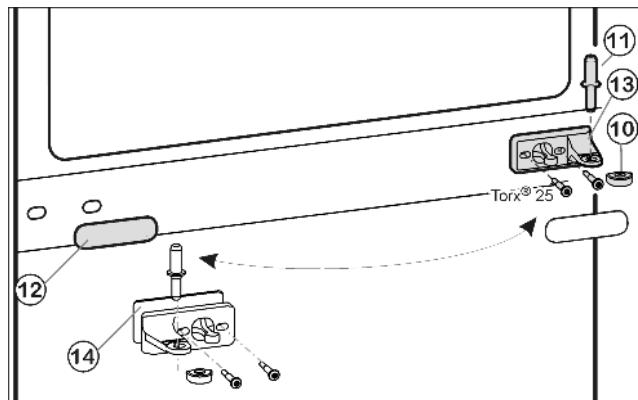
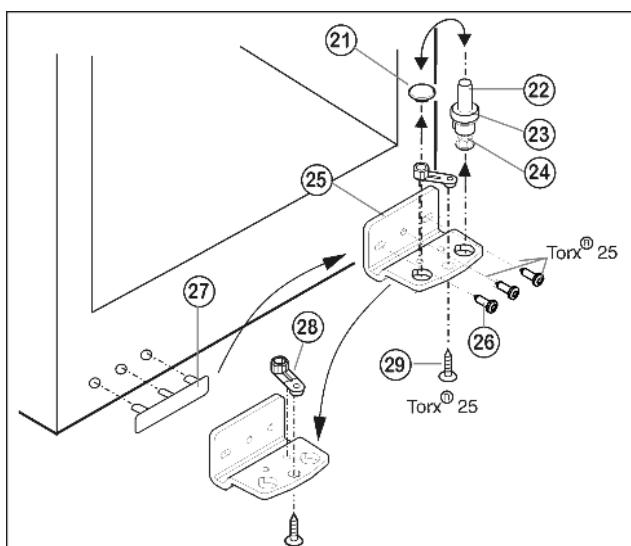

Fig. 5
Fig. 6
- ▶ Вытащите из опорного кронштейна и нижней дверцы средний опорный винт Fig. 5 (11).
- ▶ Снимите пластмассовый колпачок Fig. 5 (10).
- ▶ Открутите средний опорный кронштейн Fig. 5 (13) (2 шт. Torx® 25).
- ▶ Осторожно снимите накладку Fig. 5 (12).
- ▶ Прикрутите средний опорный кронштейн Fig. 5 (13) с подкладкой Fig. 5 (14) с поворотом на 180° на новую сторону шарнира (с моментом 4 Нм).
- ▶ Защелкните накладку Fig. 5 (12), повернув на 180 °, на стороне, где теперь будет ручка.
- ▶ Извлеките опорный винт Fig. 6 (22) в комплекте с шайбой Fig. 6 (23) и регулируемой опорой Fig. 6 (24), вытягивая его вверх.
- ▶ Снимите пробку Fig. 6 (21).
- ▶ Открутите Fig. 6 (26) опорный кронштейн Fig. 6 (25).
- ▶ Открутите Fig. 6 (29) опорную деталь Fig. 6 (28) и, перевставив в отверстие на противоположной стороне опорного кронштейна, снова прикрутите.
- ▶ Осторожно снимите и переставьте на противоположную сторону крышку со стороны ручки Fig. 6 (27).
- ▶ Снова прикрутите опорный кронштейн Fig. 6 (25) на новой стороне шарнира (**с моментом 4 Нм**). При необходимости используйте аккумуляторный шуруповерт.
- ▶ Переставьте пробку Fig. 6 (21) в свободное отверстие.
- ▶ Вновь установите опорный винт Fig. 6 (22) в комплекте с шайбой и регулируемой опорой. При этом фиксатор должен быть направлен назад.
- ▶ Установите нижнюю дверцу сверху на нижний опорный винт Fig. 6 (22).
- ▶ Снова наденьте пластмассовый колпачок Fig. 5 (10) на средний опорный кронштейн Fig. 5 (13).
- ▶ Вставьте средний опорный винт Fig. 5 (11) на новой стороне шарнира через средний опорный кронштейн Fig. 5 (13) в нижнюю дверцу.
- ▶ Установите верхнюю дверцу на средний опорный винт Fig. 5 (11).
- ▶ При необходимости выровняйте дверцы через два продольных паза в нижнем опорном кронштейне Fig. 6 (25) и среднем опорном кронштейне Fig. 5 (13) параллельно корпусу устройства. Для этого выкрутите средний винт на нижнем опорном кронштейне Fig. 6 (25).